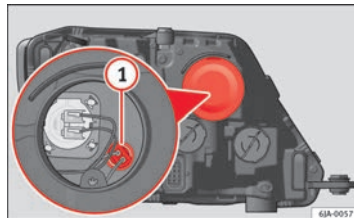

Fig. 153 Sostituzione della lampadina delle luci di posizione
- Togliere il coperchio di protezione ⇒ fig. 153.
- Estrarre il portalamпада ⇒ fig. 153 ① tirandolo verso l'esterno.